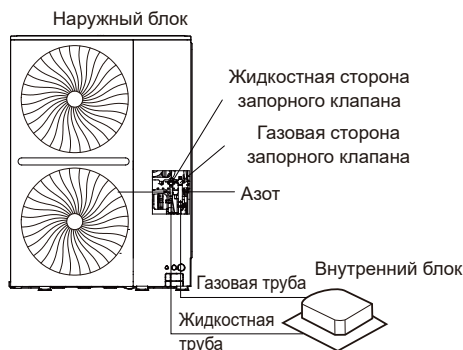

Рис. 5.39
8. Промойте остальные отверстия таким же образом, работая последовательно от внутреннего блока А по направлению к наружным блокам. См. рис. 5.39